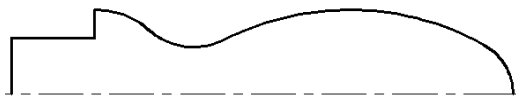

图 13-23 清理图形
- 02 选择菜单【修改】|【修剪】命令，对图形的轮廓线进行修剪，并删除多余的线段，结果如图 13-23 所示。